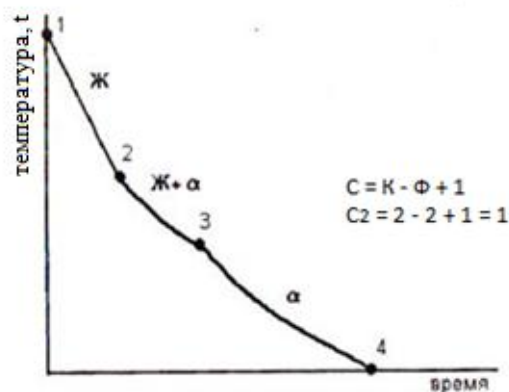

Рис. 10. Кривая охлаждения
- построить кривую охлаждения (рис. 10);